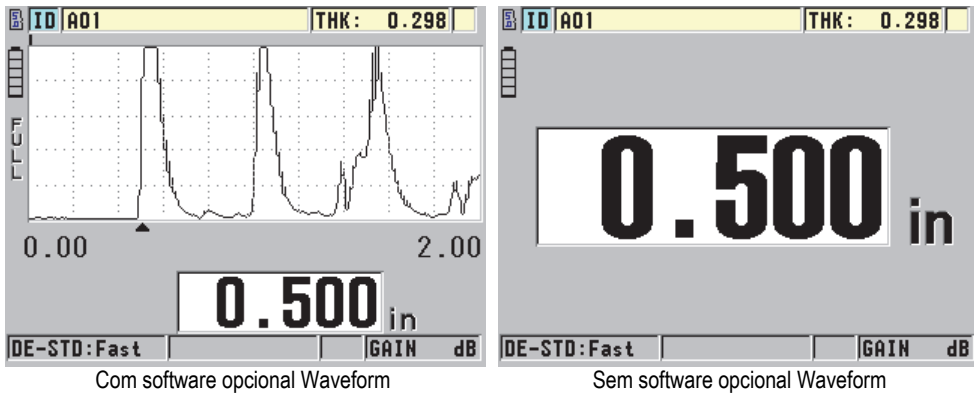

Figura 5-12 Leitura da medição de espessura
3. Leia o valor da espessura da peça testada (veja Figura 5-12 na página 77).